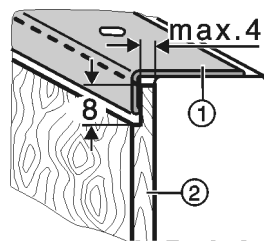

Fig. 40
- Dikkere decorplaten Fig. 40 (2) conform afbeelding dunner maken tot maximaal 4 mm dikte.